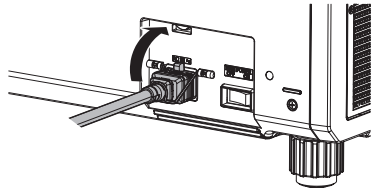

図1
- 1) 電源コードが差し込めるように電源コードホルダーが上に持ち上がっていることを確認する（図1）
- 2) 電源コードを固定している電源コードホルダーを上を持ち上げる（図1）